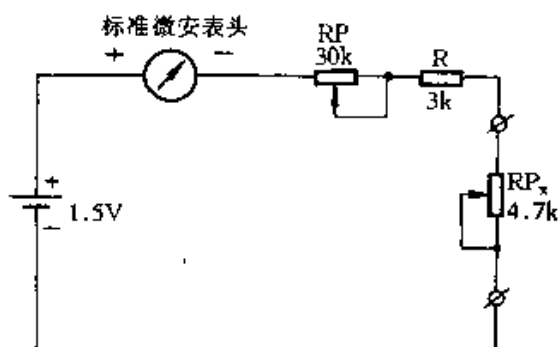

图 4-6
② 保持电位器 RP 不变, 按图 4-6 所示, 另用一只 $4.7k\Omega$ 的电位器 RP_x 取代被测表头, 调节 RP_x 使标准微安表仍维持原来读数, 则此时 RP_x 的阻值便是被测表头的内阻 R_0 。注意: 切